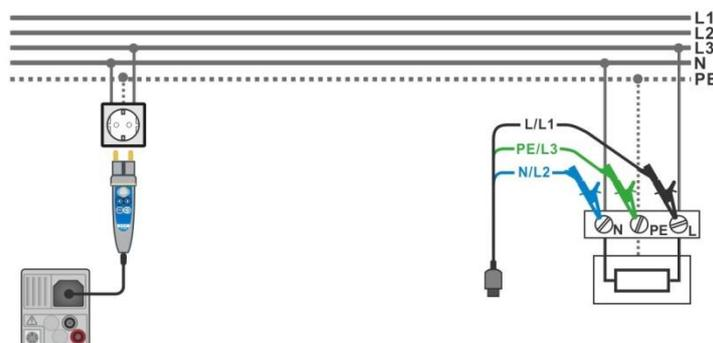

Abbildung 8.10: AUTO TN Messung
- › Schließen Sie die Prüflleitungen oder den Commander Prüfstecker am Prüfling an, siehe **Abbildung 8.10**.